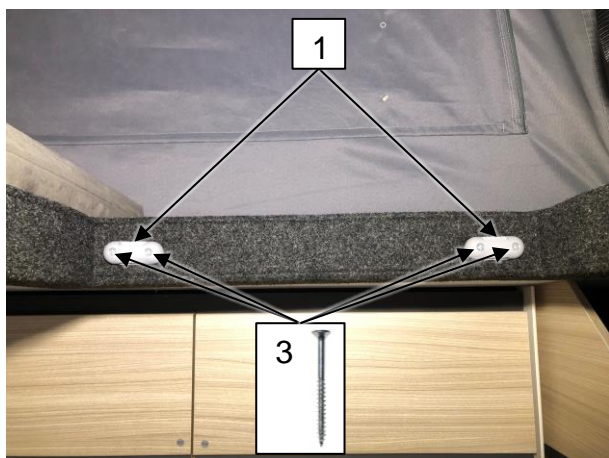

Abb. 9-1: Montage der Leiter im Fahrzeug / *Mounting the hooks in the vehicle*
- Die zwei Haltebügel (s. Abb. 9-1, 1) für die Leiter (2) in der Seitenwand des Dachausschnitts mit jeweils zwei Schrauben (Spanplattenschraube Senkkopf 4x50, 3) befestigen
- Die Leiter oben in die Haltebügel einhängen und unten auf dem Fahrzeugboden abstellen (2)
- *Fasten the two retaining brackets (see Abb. 9-1, 1) for the ladder (2) in the side wall of the roof cut-out with two screws (chipboard screw countersunk head 4x50, 3)*
- *Hook the ladder into the bracket at the top and place it on the bottom of the vehicle (2)*